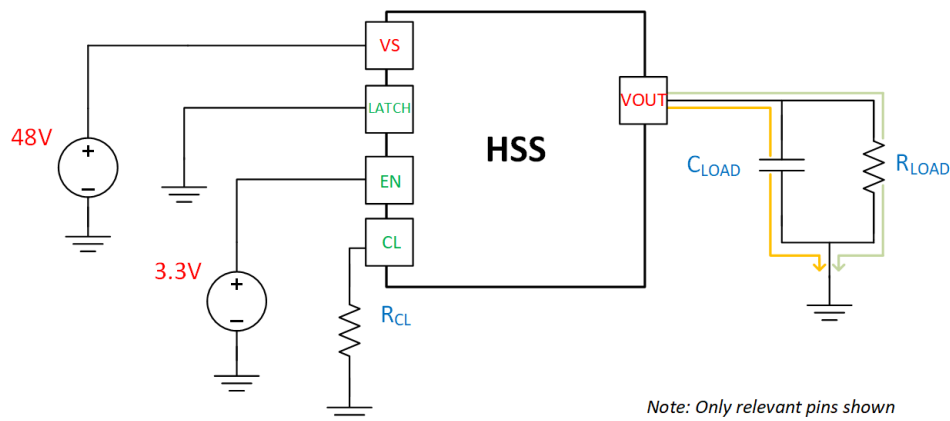

図 1-1. 概念図
出力電圧が電源電圧 (VS) レベルに達すると、コンデンサが完全に充電されたと見なされます。同時に、コンデンサは電流を流すのを停止し、抵抗性負荷は電流のシンクを開始します。図 1-1 は、スタートアップ中の電流はコンデンサが完全に充電されるまでオレンジの経路を取り、その後は緑色の経路を取ることを示しています。波形は、コンデンサが VS 近くまで充電されると、抵抗性負荷に流れるはずの電流レベル  $I = VS/R_{LOAD}$  で電流が安定することを示しています。